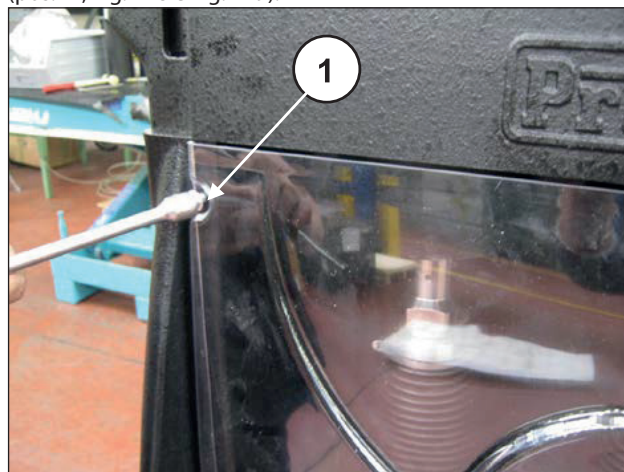
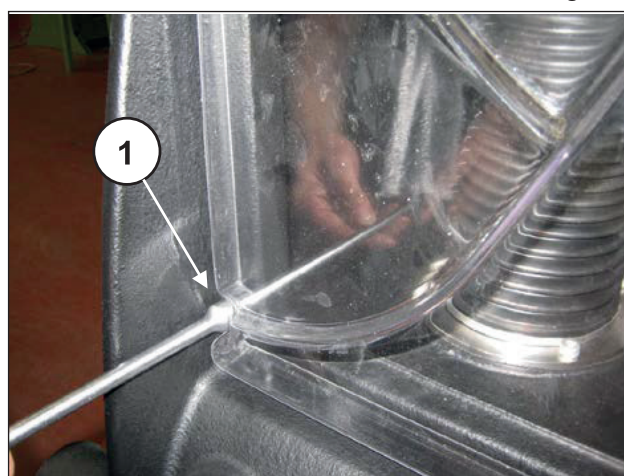

Fig. 218
Fig. 219
Reposicione agora a cobertura de inspeção superior, aparafusando com cuidado os 4 parafusos M6 que os fixam (pos. ①, Fig. 218 e Fig. 219).